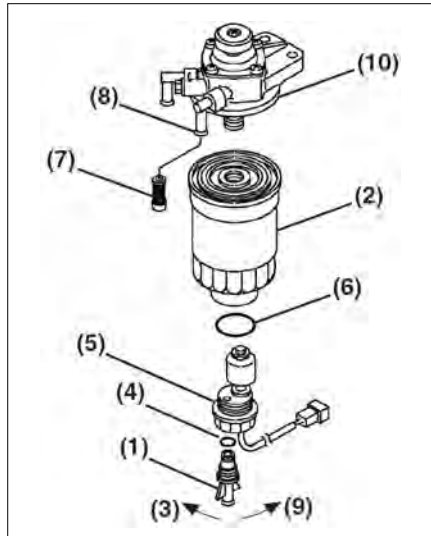

Рис. 5-15.
5. Осторожно откройте сливную пробку (Рис. 5-15, (1)) для слива топлива из топливного фильтра.
7. Снимите сливную пробку (рис. 5-15, (1)) с топливного фильтра (рис. 5-15, (2)), повернув ее влево (рис. 5-15, (3)).
8. Проверьте состояние уплотнительного кольца сливной пробки (рис. 5-15, (4)). Замените уплотнительное кольцо, если оно повреждено.
10. Удалите топливный фильтр (рис. 5-15, (5)), поворачивая его влево (рис. 5-15, (3)).
11. Осторожно снимите встроенный топливный фильтр (рис. 5-15, (7)) с выходного ниппеля (рис. 5-15, (8)), идущего к топливному инжекторному насосу.
13. Осторожно установите новый встроенный топливный фильтр (рис. 5-15, (7)) в выходной ниппель (рис. 5-15, (8)).
14. Осторожно установите узел датчика топливного фильтра (рис. 5-15, (5)) в новый топливный фильтр, используя новое уплотнительное кольцо, поставляемое с топливным фильтром (рис. 5-15, (2)), поворачивая узел датчика топливного фильтра вправо (рис. 5-15, (9)).
15. Установите сливную пробку (рис. 5-15, (1)) на новый топливный фильтр (рис. 5-15, (3)), поворачивая ее вправо (рис. 5-15, (8)). Затяните вручную.
16. Очистите установочную поверхность топливного фильтра (рис. 5-15, (10)) и нанесите небольшое количество дизельного топлива на прокладку нового фильтра.